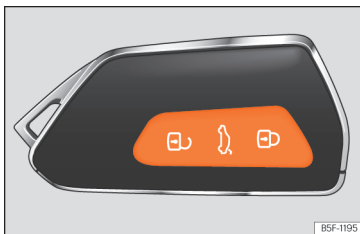

Fig. 74 Chave por comando à distância: teclas.
- Trancar: pressione o botão  »» **Fig. 74.**